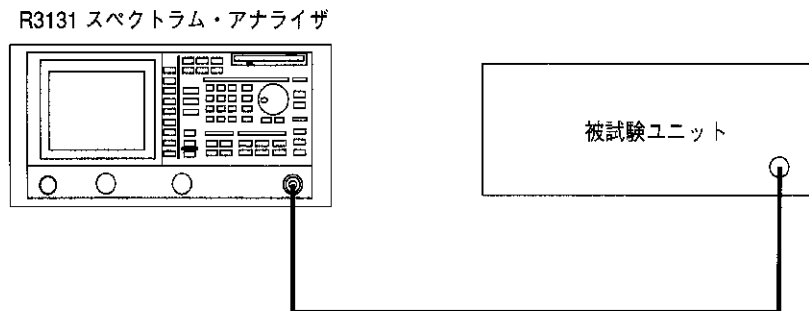

図 2-73 パス／フェイル判定の接続
1. 図 2-73 のように機器を接続します。
1. 図 2-73 と同様に機器を接続します。